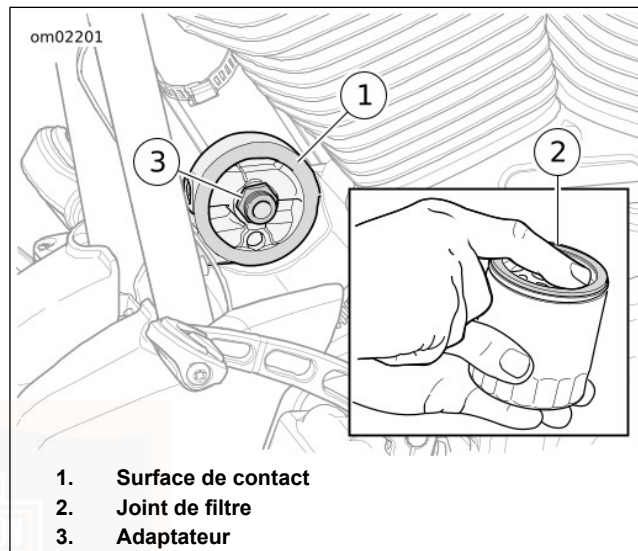

Figure 37. Appliquer une fine couche d'huile.
1. Voir Figure 37. Appliquer une fine couche d'huile sur la surface de contact du joint sur la plaque de montage (1) et le joint du filtre à huile (2).
2. Visser le filtre sur l'adaptateur (3) jusqu'à ce que le joint touche la surface de contact de joint. Serrer de 3/4 à un tour complet supplémentaire.